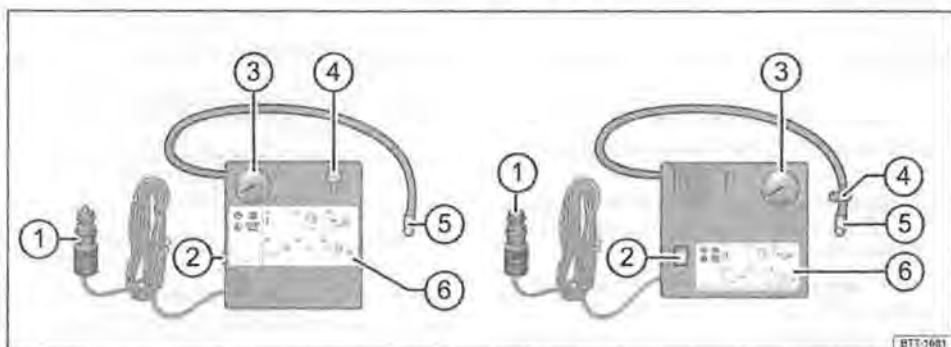

Fig. 160 Il compressore del kit per la riparazione dei pneumatici
Il compressore del kit per la riparazione dei pneumatici è formato dai seguenti componenti → fig. 160:
- Avvitare bene il tubo flessibile → fig. 160  del compressore alla valvola del pneumatico.
- Controllare se la vite di sfiato → fig. 160  è chiusa.
- Infilare la spina da 12 volt → fig. 160  in una delle prese da 12 volt del veicolo.
- Agendo sull'interruttore ON/OFF → fig. 160  accendere il compressore.
- Ricollegare il tubo → fig. 160  alla valvola del pneumatico e controllare la pressione sul manometro → fig. 160 .